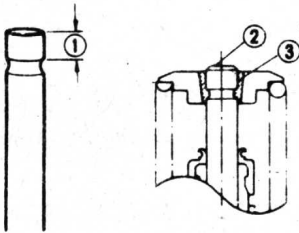

图 1-34
13. 排气门杆外径标准值为 5.455~5.47 毫米，导管内径标准值为 5.50~5.512 毫米，排气门杆与导管的间隙标准值为 0.03~0.057 毫米，使用极限为 0.35 毫米。超过使用极限应更换气门杆或导管。同时，要注意气门杆端面是否有磨损的凹陷。如图 1-34 所示，尺寸①长度应不小于 3.8 毫米（这是修整后的最小尺寸），气门杆端面②应高出锁销③的端面。